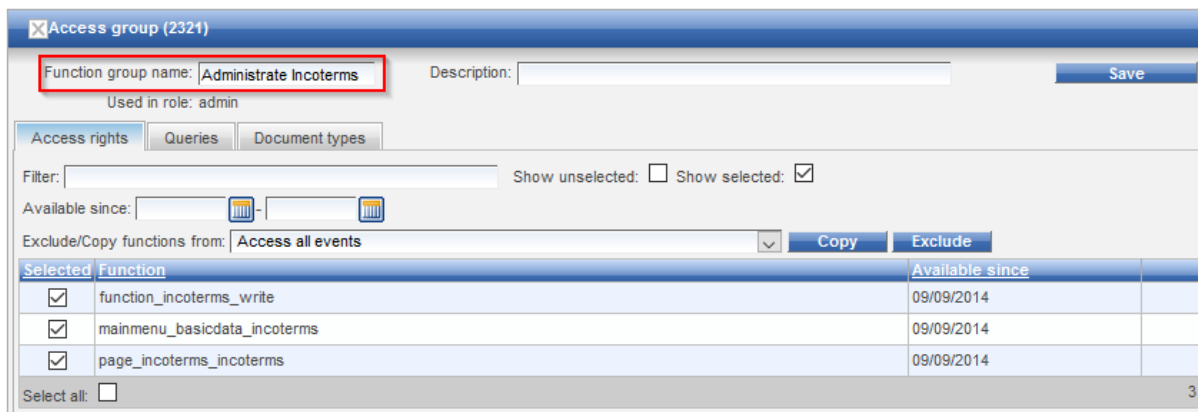

Abbildung 67: Bilden von Function Groups
**Functions Groups**, oder auch **Access Rights Groups**, werden aus Access Rights gebildet. Dies sind also Gruppen aus Rechten gebildet, die ein User haben kann. So besteht beispielsweise die Function Group „Administrate Incoterms“ aus verschiedenen Rechten, sodass die Incoterms als Menüpunkt und als Seite gesehen werden können und sie zusätzlich bearbeitet werden können (siehe Abbildung 67).